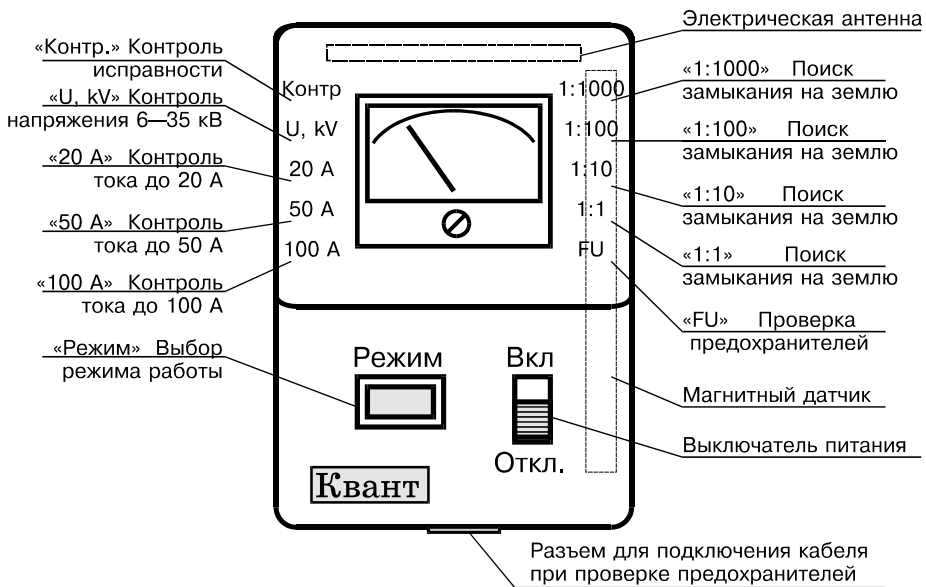

Рис. 2. Расположение органов управления и индикации прибора «Квант»
1.3. Контроль наличия напряжения 6—35 кВ осуществляется с помощью встроенной электрической антенны. Электрической антенной служит металлическая пластина, расположенная в передней части прибора (рис. 2).
1.4. Контроль тока нагрузки ВЛ осуществляется с помощью магнитного датчика. Магнитным датчиком служит катушка индуктивности с разомкнутым стержневым ферритовым сердечником, которая расположена в правой части прибора (рис. 2).
Внешний вид прибора показан на рис. 2.
Проверку предохранителей можно производить в любом режиме работы прибора. Для этого подключите кабель для проверки предохранителей к разъему, расположенному на торцевой части прибора (рис. 2).